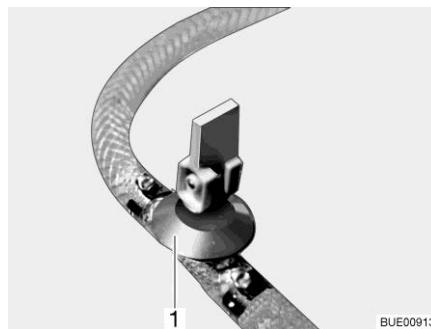

Fig. 165 Robinet de vidange
- Fermer le(s) robinet(s) de vidange. Placer le levier à bascule (Fig. 165,1) en position horizontale.
- Ouvrir le(s) robinet(s) de vidange (Fig. 165). Pour cela, placer le levier à bascule (Fig. 165,1) en position verticale. Le chauffe-eau se vide à l'extérieur.